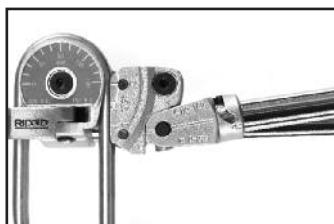

Figura 15
- Gire o braço do carro ao redor da forma até a linha "0" do carro se alinhar com o ângulo desejado de curva (Figura 15). Os braços não se cruzarão.